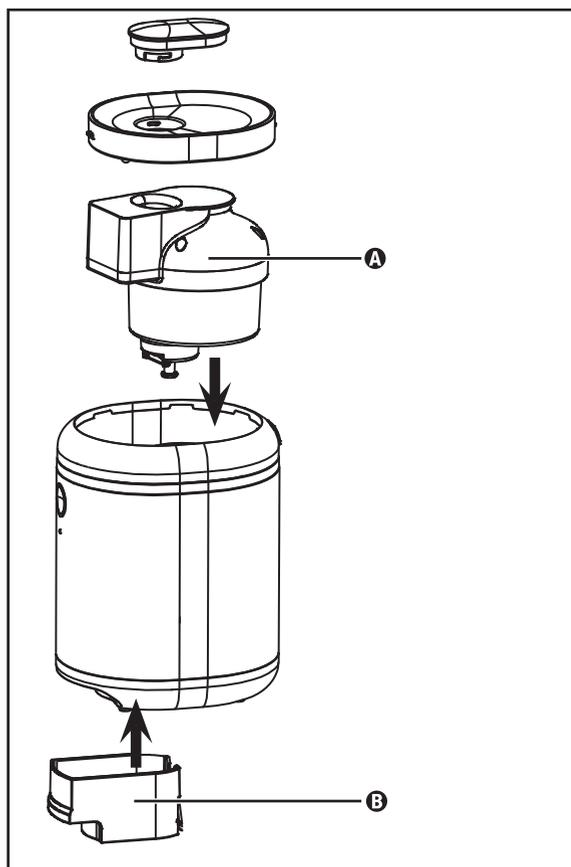

Fig. 4
- Para uma limpeza a fundo, desmonte o aparelho (ver Fig. 4):